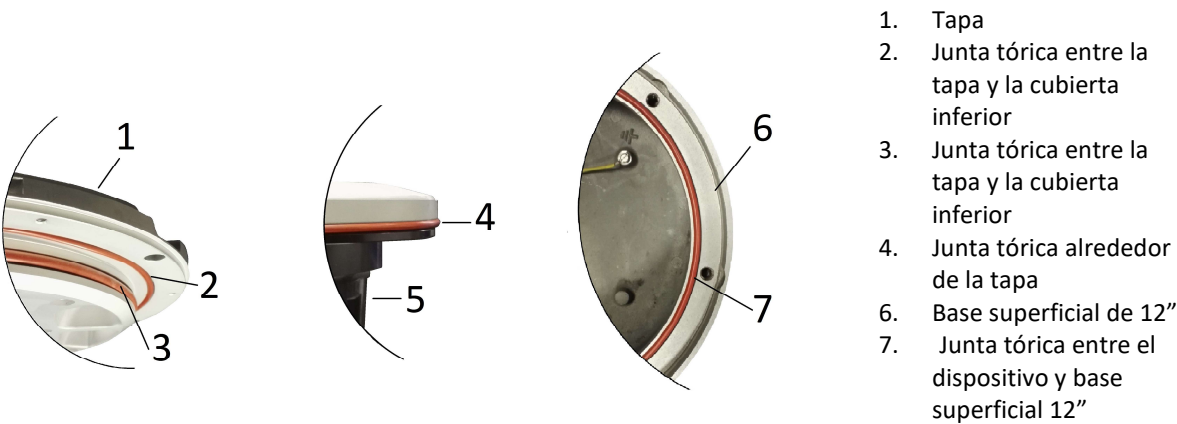

Figura 23– Juntas del Dispositivo Luminoso
- dos junta tóricas entre la tapa y la cubierta inferior (Figura 23 - n°2 y 3);
- junta tórica alrededor de la tapa (Figura 23 - n°3);
- Junta tórica entre el dispositivo y la base superficial de 12" (Figura 23 - n°7);